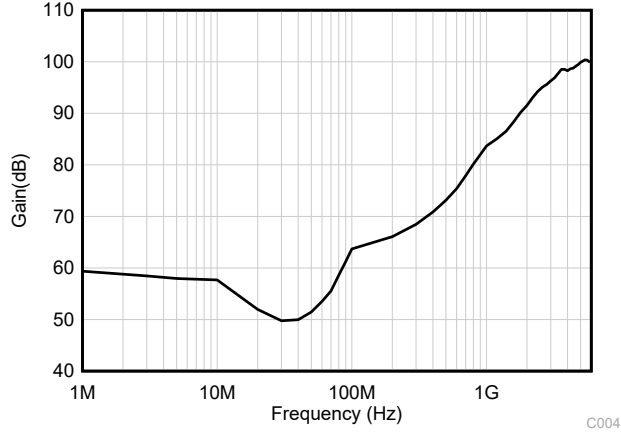

图 7-3. EMIRR 测试
OPAx991-Q1 使用集成电磁干扰 (EMI) 滤波功能来降低干扰源（如无线通信设备以及混合使用模拟信号链和数字元件的高密度电路板）产生的 EMI 效应。利用电路设计技术可以提高 EMI 抗扰度；OPAx991-Q1 可从这些设计改进中受益。德州仪器 (TI) 已经开发出在 10MHz 至 6GHz 扩展宽频谱范围内准确测量和量化运算放大器抗扰度的功能。图 7-3 展示了对 OPAx991-Q1 执行此测试的结果。表 7-1 展示了 OPAx991-Q1 在实际应用中常见特定频率下的 EMIRR IN+ 值。 运算放大器的 EMI 抑制比 应用报告包含了与运算放大器相关的 EMIRR 性能主题，该报告可在 [www.ti.com](http://www.ti.com) 上下载。